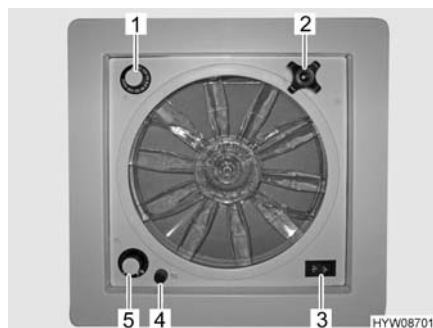

Fig. 52 Oblò con ventilatore
- ▷ Un fusibile da 4 A (Fig. 52,4) protegge da sovraccarico il motore del ventilatore. Se si verifica un sovraccarico: Per prima cosa individuare ed eliminare la causa (ad es. il ventilatore è sporco), poi sostituire il fusibile.
- Ruotare la maniglia girevole (Fig. 52,2), finché non si raggiunge l'angolo di apertura desiderato.
- Portare l'interruttore a levetta (Fig. 52,3) su "Aerazione" (flusso d'aria dall'esterno verso l'interno) o "Sfiato" (flusso d'aria dall'interno verso l'esterno).
- Portare l'interruttore a levetta (Fig. 52,3) sulla posizione centrale.
- Posizionare l'interruttore girevole (Fig. 52,5) sul grado desiderato:
- Ruotare il termostato (Fig. 52,1) fino alla battuta in direzione "blu".
- Ruotare il cappuccio nero (Fig. 52,4) di un quarto di giro in senso antiorario.